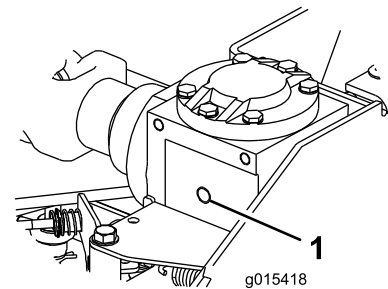

Figura 12
2. Rimuovete il tappo dal foro di riempimento della scatola del cambio e controllate il livello dell'olio (Figura 12).